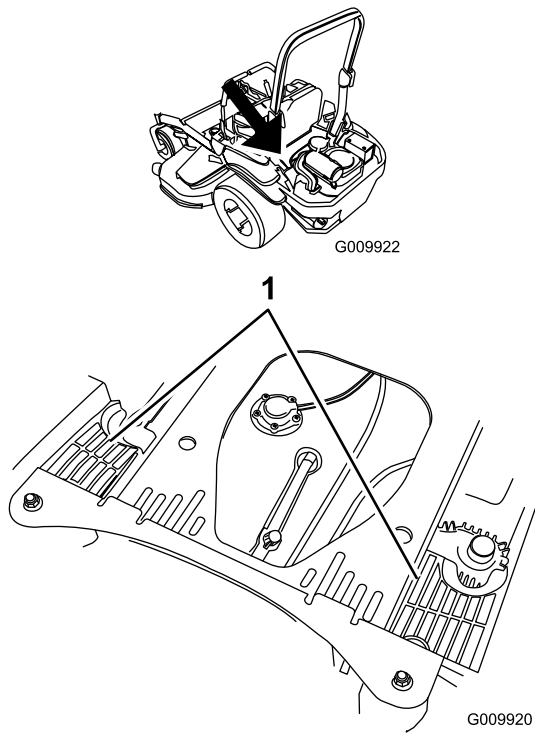

Figure 74
4. Débarrassez les carénages de l'unité hydraulique de l'herbe et des débris accumulés (Figure 74).